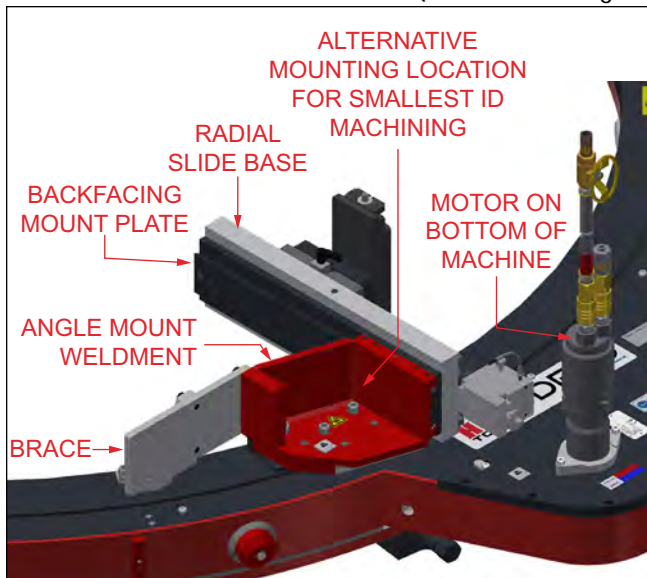

FIGURE 4-3. POSITION DES UMGESetzten MOTORS UND DER STREBE (ODF80 ABGEBILDET)
4. Installieren Sie die Strebe (siehe Abbildung 4-3).